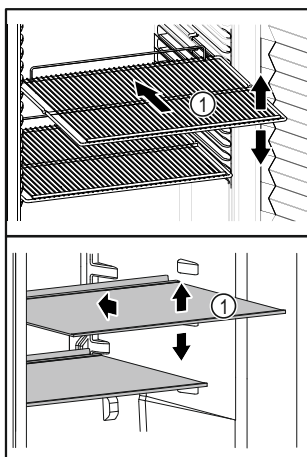

Fig. 10 Примерное изображение
- ❑ Если полки для хранения Fig. 10 (1) можно переставлять, отрегулируйте высоту их установки.